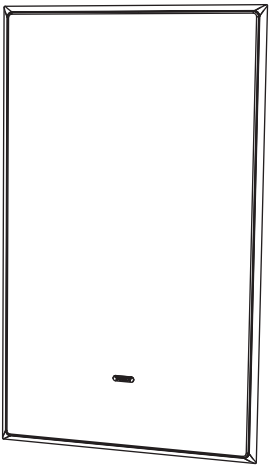

Fig. 5. Rejilla instalada
1. Presione la rejilla en el marco, donde se mantendrá en su lugar mediante imanes (Fig.5).